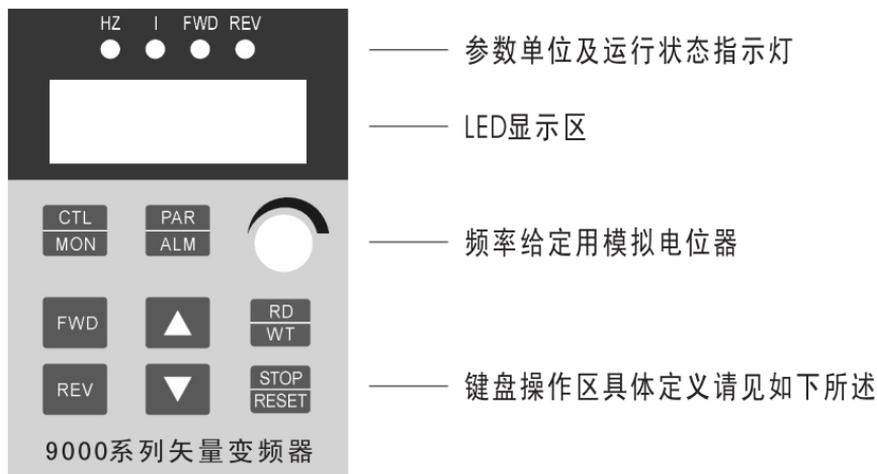

图5-1 SF9000小键盘平面图
7.5KW(包含7.5KW)以上机型采用SF9000大操作键盘，具体介绍如图5-1、5-2所示。